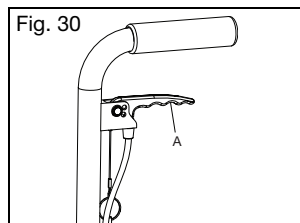

Fig. 30
- a. Apriete el gatillo (Fig. 30:A).